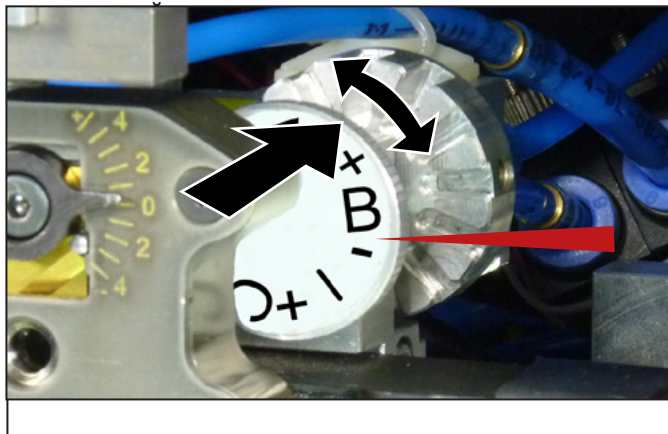

Рисунок 5.4 Регулировка выпускного устройства (установка: В)
- ▶ Нажмите регулировочное колесо назад и поверните его так, чтобы требуемое значение было установлено отмеченное положение (см. рисунок 5.4).